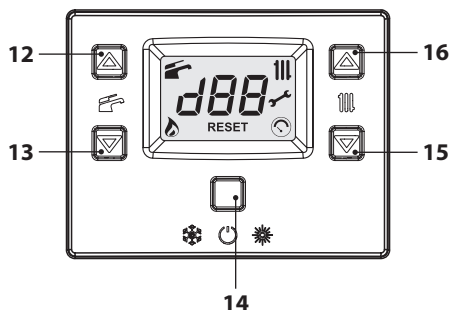

Figura 6.6
- Tenere premuto per 2 secondi il tasto 14 fino a far apparire sul display entrambe i simboli e (Figura 6.6).
- Spegnere la caldaia tenendo premuto per 2 secondi il tasto 14 (Figura 6.6) fino a far apparire sul display LCD il simbolo (i trattini vengono accesi in sequenza per simulare uno scorrimento) (Figura 6.5).